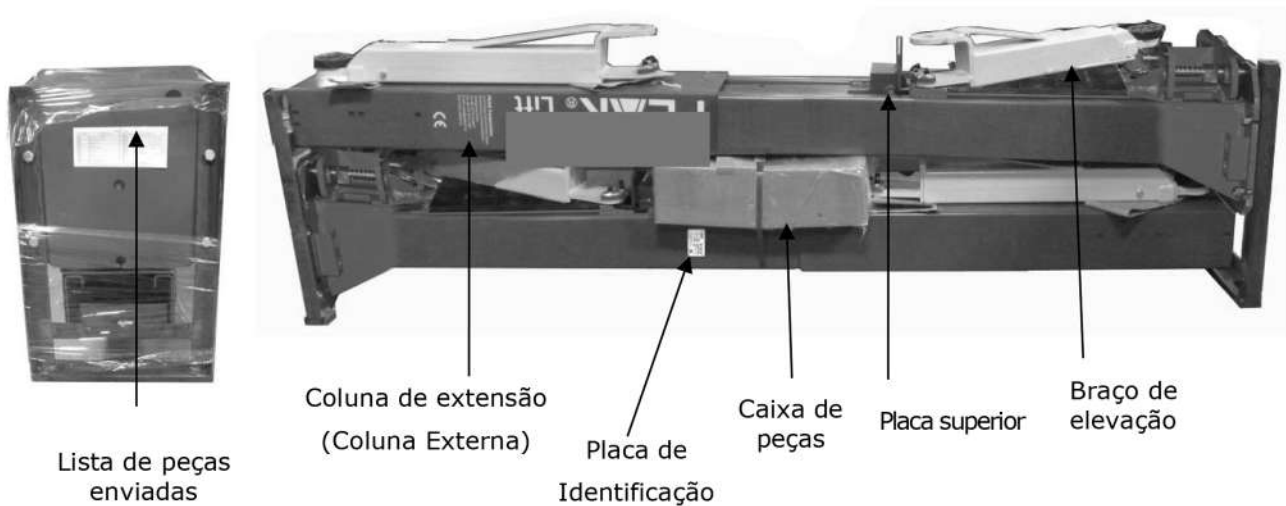

Fig. 8
2. Afaste o elevador com uma empilhadeira ou guincho, e abra a embalagem externa cuidadosamente (Ver Fig.8)